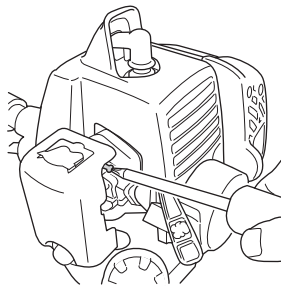

Fig. 23
**Réglage du carburateur (Fig. 23)**